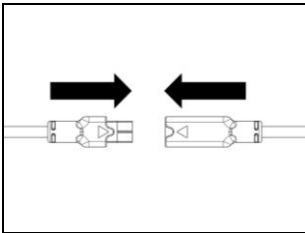

Fig. 31
- Connectez la batterie au câblage en respectant le sens des flèches (Fig. 31).